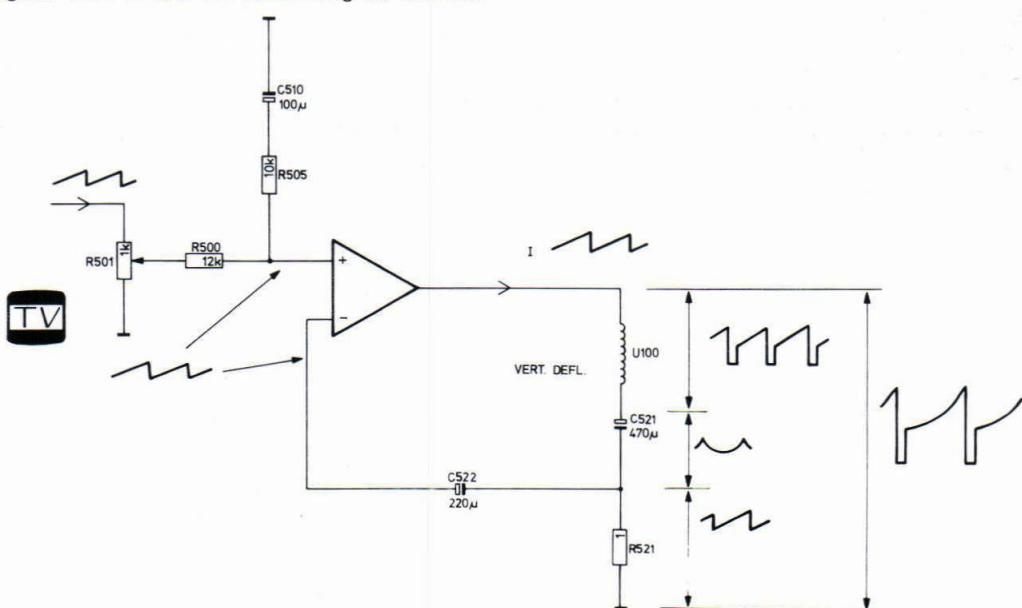

Fig. X-2
a. Principe (Fig. X-2)
lineaire zaagtandstroom door de kring U100-C521-R521 sturen. De spanningsvorm die over de diverse componenten in de uitgangsketen valt is in Fig. X-2 gegeven. De amplitude van de ingangswisselspanning wordt bepaald door de deler R500-R505 en de stand van R501, wat deze laatste tot de beeldhoogteregelaar maakt.